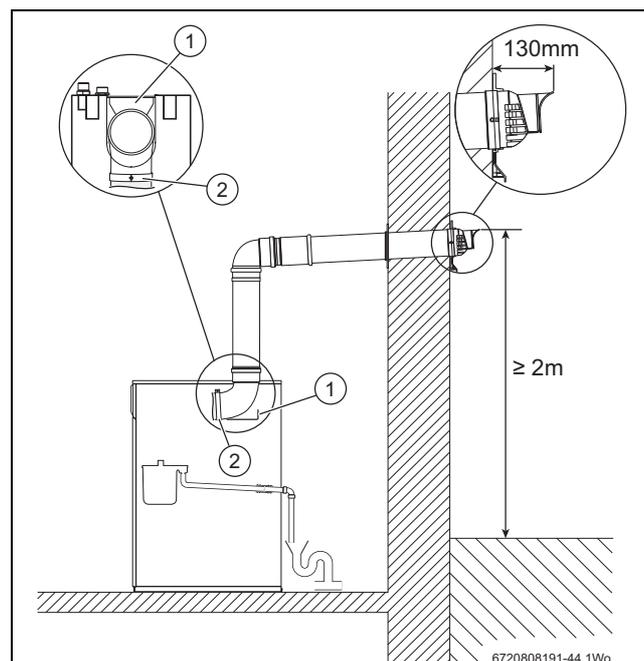

Fig. 9 Exemple de configuration horizontale coudée
- Retirer le support de conduite d'évacuation des fumées (repère 1 fig. 9)